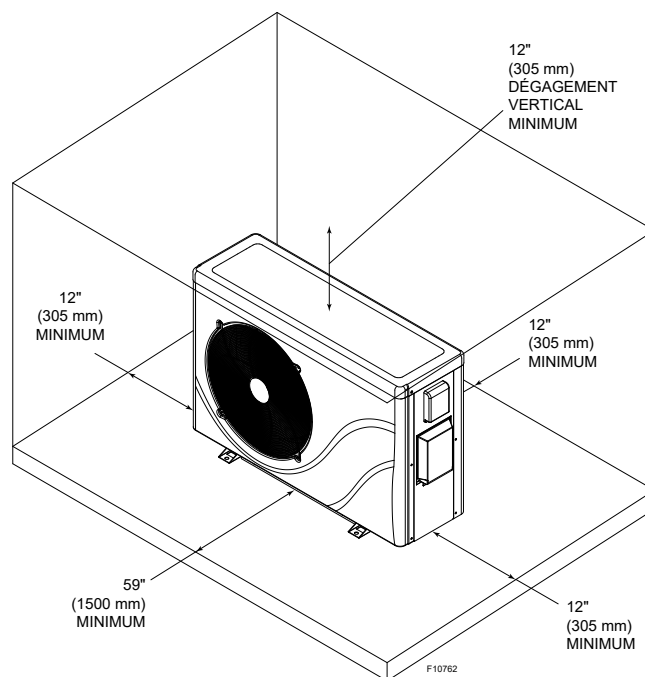

Figure 2. Dégagements de ventilation
2. N'empilez rien à proximité de la thermopompe qui pourrait bloquer les surfaces d'apport ou d'évacuation d'air: cela réduit l'efficacité de la thermopompe et pourrait entraîner son arrêt. Pour plus d'informations sur les distances de dégagement, voir **Figure 2**.
Pour éviter d'entraver l'apport d'air et pour assurer un accès d'entretien, positionnez l'appareil comme illustré à la **Figure 2**.